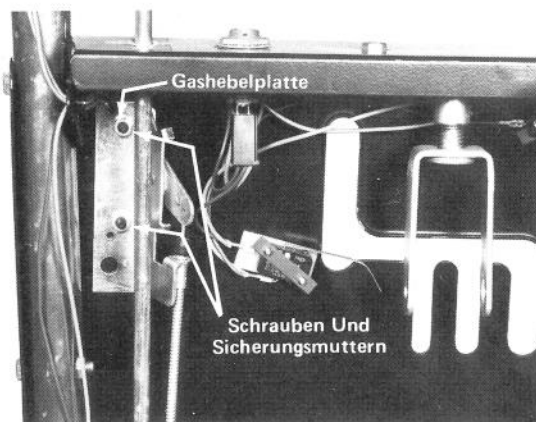

Abb. 2
1. Den Gashebel von hinten durch den Schlitz in der Bedienungskonsole schieben und die Gashebelplatte mit zwei Sechskantschrauben und Sicherungsmuttern befestigen (Abb. 2). Den roten Knopf auf den Gashebel schrauben.